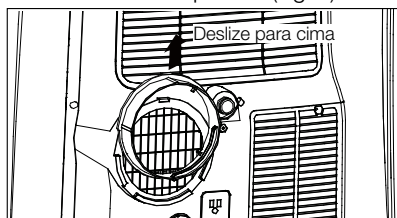

Fig. 4
2. Deslize o adaptador A para cima para o remover do aparelho (Fig. 4).